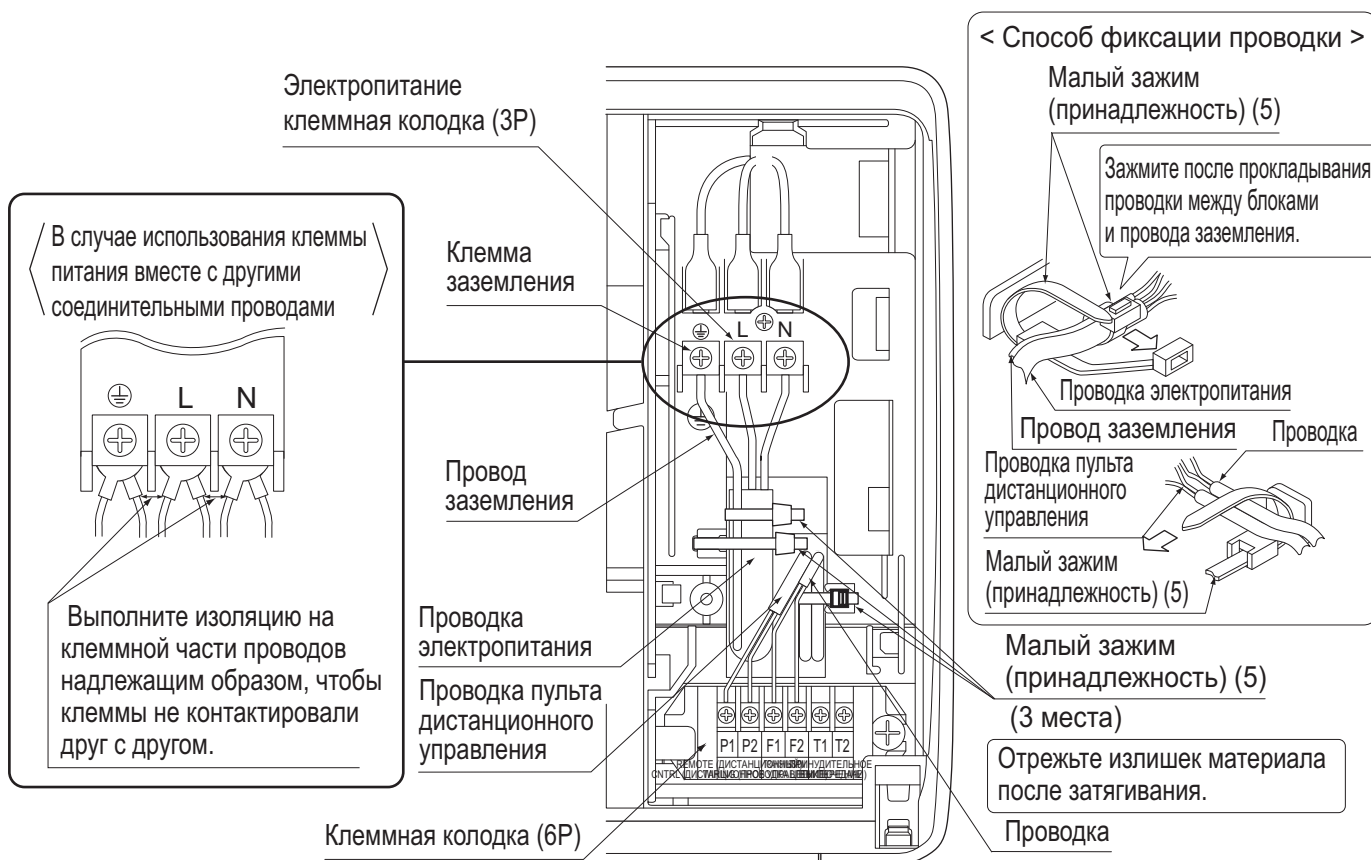

Рис. 21
(См. рис. 21)
При данном подключении, стяните проводку удаленного контроллера и проводку цепи передачи входящим в комплект поставки зажимным приспособлением (небольшим) (5), а затем плотно сожмите входящее в комплект поставки зажимное приспособление (небольшое) (5) согласно рисунку. **(См. рис. 21)**